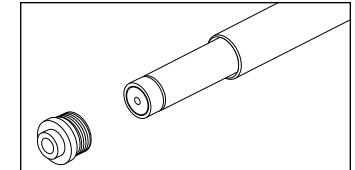

Fig. 4
- Appliquez une petite quantité de liquide de verrouillage des filets sur le filetage inférieur du bouchon. Installez le bouchon inférieur fileté (Fig. 4) à l'aide d'une clé de 14 mm. Serrez à un couple de 3,4 à 4,5 Nm.